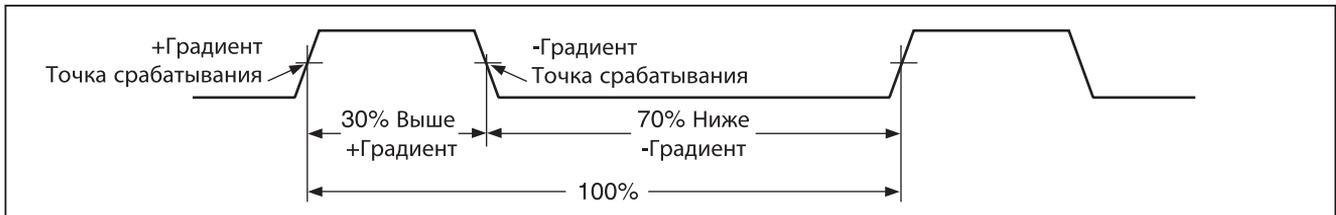

Рисунок 9. Составляющие измерений коэффициента заполнения
Для измерения частоты подключите измерительный прибор к источнику сигнала, затем нажмите (). Нажатие () переключает смещение триггера между передним и задним фронтом (+ и -), что указывается символом на левой стороне дисплея (см. рисунок 9 в разделе "Измерение коэффициента заполнения (импульсной последовательности)"). Нажатие () ОСТАНАВЛИВАЕТ И ЗАПУСКАЕТ СЧЕТЧИК.
Коэффициент заполнения (коэффициент заполнения периода импульса) - это процент времени, в течение которого сигнал находится выше или ниже уровня срабатывания в течение одного периода (Рисунок 9). Режим измерения коэффициента заполнения оптимизирован для измерения времени включения или выключения логических и переключающих сигналов. Системами типа электронных топливных инжекционных систем и импульсных источников питания управляют импульсы переменной ширины, которые могут быть проверены в режиме измерения рабочего цикла.
2. Второй раз нажмите  для измерения коэффициента заполнения сигнала. Нажмите  для выбора измерения положительного или отрицательного импульса сигнала согласно рис. 9.